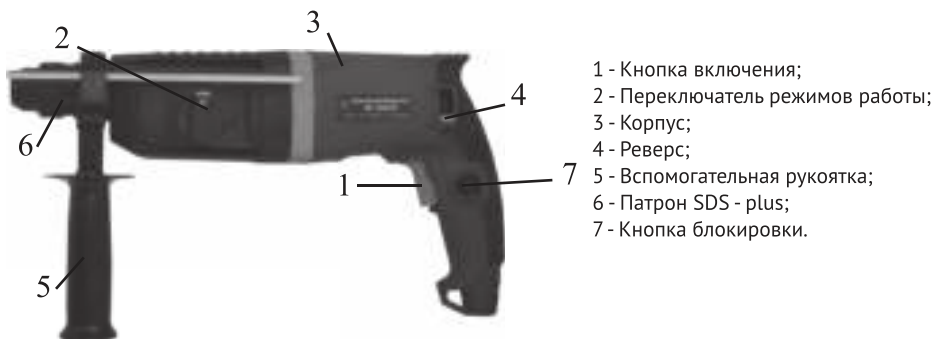

рис. 1
4.1 Общий вид перфоратора схематично представлено на рис. 1:
- Установите рабочий инструмент (сверло по бетону, пику, долото и т.д.) вращательными движениями в гнездо патрона 6 (рис. 1) перфоратора, пока он не зафиксируется предварительно смазав хвостовик рабочего инструмента специальной смазкой.
7.2 После этого проверьте соответствие питающей сети техническим характеристикам перфоратора описанным в данном руководстве. Подключите перфоратор к питающей сети, перфоратор включается путём нажатия на кнопку выключателя 1 (рис. 1). Для удобства работы при длительной эксплуатации перфоратор снабжён кнопкой фиксации включённого положения 7 (рис. 1). Для того чтобы зафиксировать включённое положение, включите перфоратор, нажав на кнопку выключателя 1 (рис. 1) и зафиксируйте включённое положение нажав на кнопку блокировки 7 (рис. 1), чтобы отключить фиксацию, повторно нажмите на кнопку выключателя.
В данной модели перфоратора предусмотрена регулировка количества оборотов, которая регулируется путём прилагаемого усилия в момент нажатия на кнопку выключателя 1 (рис. 1).
7.9 По окончании работы отключите перфоратор от питающей сети, очистите перфоратор от пыли и грязи, сверните шнур питания. Снимите рабочий инструмент, оттянув крышку патрона 6 (рис. 1) назад и удерживая её, выньте инструмент из гнезда.
Для замены угольных щёток отверните нижнюю крышку перфоратора 5 (рис. 1), после чего замените обе угольные щётки одновременно.